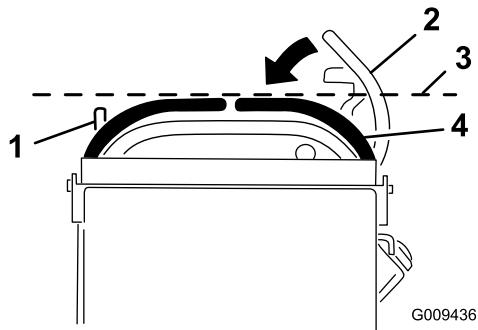

図 67
- 右側コントロール・レバーを、ニュートラル位置から下へ押し下げる（図 67）。
- 左側コントロール・レバーと水平にそろっているかを調べる（図 67）。